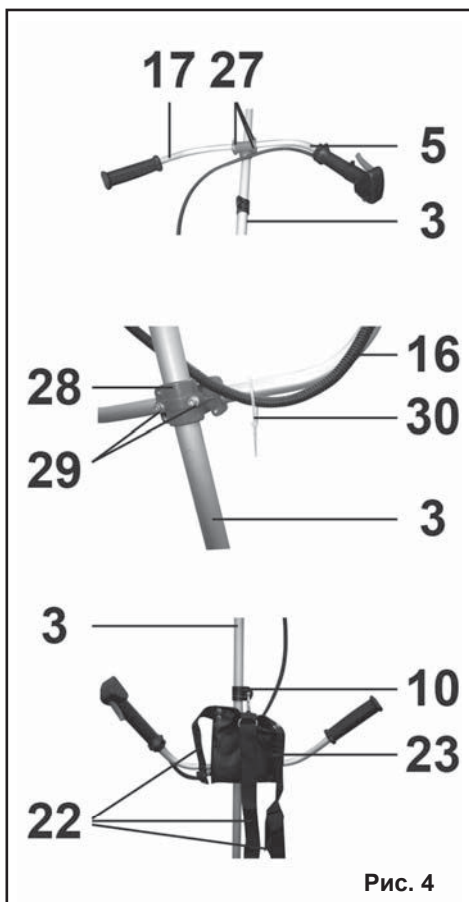

Рис. 4
6.2. Установка ручек и наплечного ремня, Рис.4
- 6.2.1. Как показано на Рис. 4, установите и четырьмя винтами закрепите рукоятки (5 и 17) в накладке (28).